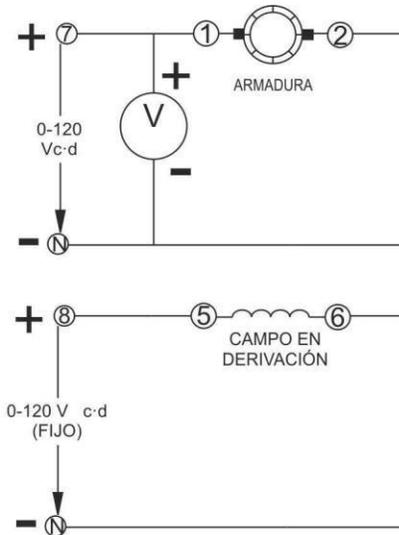

Figura 8
25. Conecte el circuito de la figura 8. Observe que la armadura está conectada a la salida variable de 0-120 Vc-d (terminales 7 y N), en tanto que el campo en derivación está conectado a la salida fija de 120 Vc-d (terminales 8 y N).